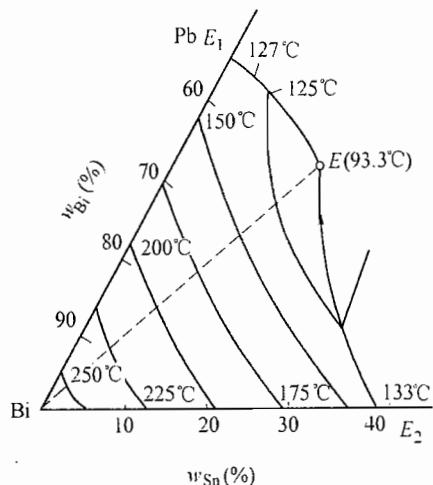

图 19-2 第二题第 6 小题图
6. (15 分) 请在图 19-2 所示的 Pb-Bi-Sn 相图中：